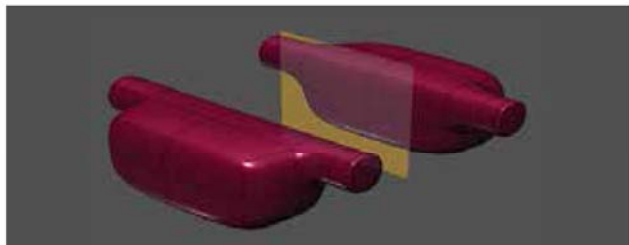

图 2-122
(3) **镜像 - 复制**: 创建跨指定平面镜像的副本实体。选择要复制的实体, 然后选择镜像平面, 如图 2-122 所示。